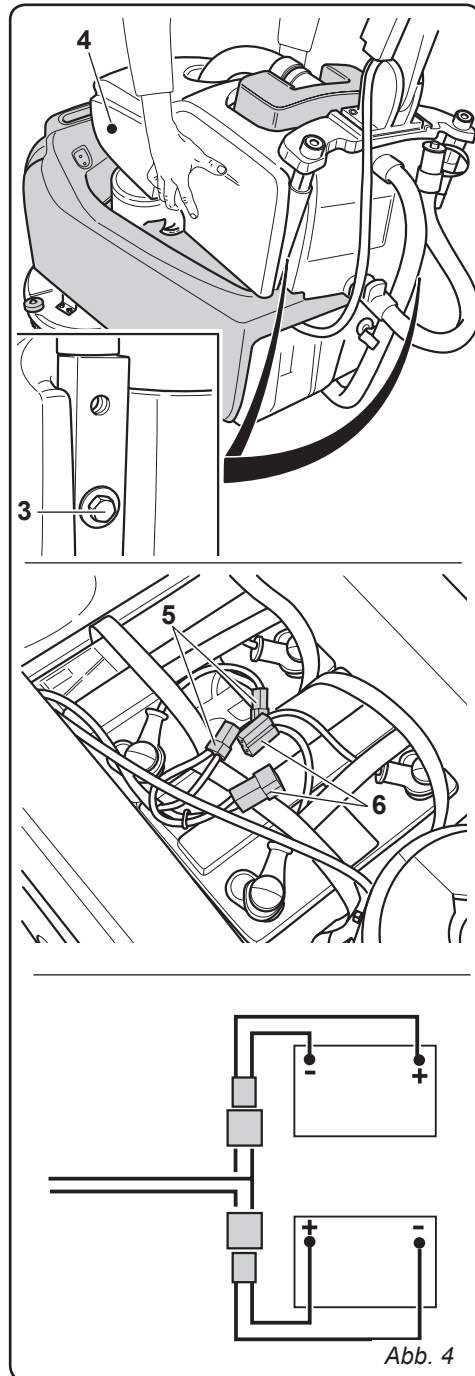

Abb. 4
3.1.b - Anschließen der Batterie (nur Ausführung CB) (Abb. 4)
- Die Schrauben (3) lösen, mit denen der Tank (4) an der Halterung des Lenkers angebracht ist.
- Entfernen Sie den Behälter (4) für Wiedergewinnungswasser und verbinden Sie die Stifte (5) und (6) in der gleichen Farbe der Batterien (Rot mit Rot / Grau mit Grau).
- Wiederaufsetzen des Schmutzwasser tanks (4).